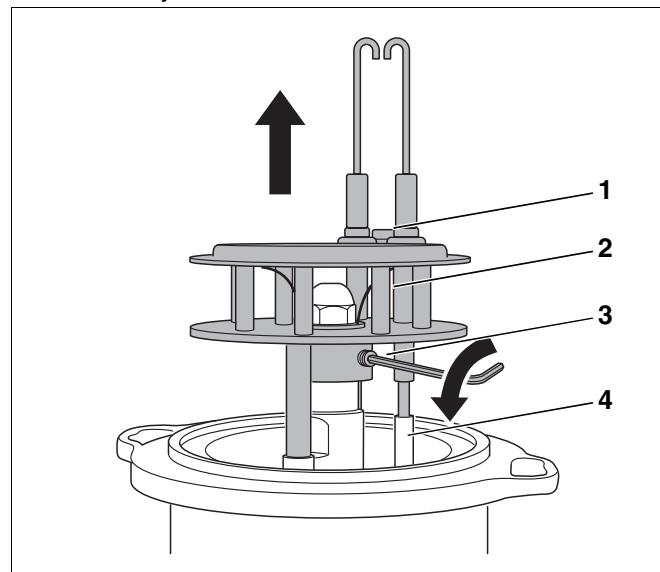

Рис. 28 Демонтаж смесительной системы
- Открутить болт (рис. 28, поз. 1) между запальными электродами.
- Отсоединить провода от запальных электродов (рис. 28, поз. 4).
- Ослабить штифт (рис. 28, **поз. 3**, стр. 33) и демонтировать смесительную систему (рис. 28, **поз. 2**, стр. 33).
- Вынуть смесительную систему вверх (рис. 28, **поз. 2**, стр. 33).